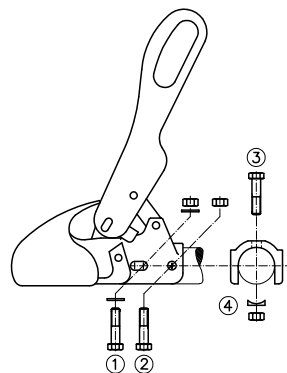

Figura 3: collegamento
I giunti sferici WS 3000-H/LB sono esecuzioni speciali per freni ad inerzia e vengono montati con avvitamento incrociato (1)+(3) ed un passo dei fori di **40 mm** (figura 3).
2.2 Se il giunto sferico WS 3000/3500 viene impiegato come sostituzione per un altro tipo di giunto, in relazione ai dispositivi ad inerzia, si deve assicurare che gli ammortizzatori vengano nuovamente montati in modo conforme alle prescrizioni e che i tubi distanziatori eventualmente presenti nel tirante vengano inseriti correttamente. Come mezzo ausiliario per il WS 3000-D si prega di utilizzare i perni compresi nella fornitura Ø 12x34 mm oppure Ø 12x49 mm, a seconda del diametro del timone. Per quanto riguarda il WS 3500-D, utilizzare perni Ø 14x63 come punzoni in occasione dello smontaggio della vite di fissaggio (2) o (3) (figura 3), a seconda del tipo di fissaggio dell'ammortizzatore. Nel corso del montaggio e dello smontaggio del giunto sferico questi perni devono essere lasciati inseriti nel tirante a scopo centratura dell'ammortizzatore. In occasione dell'inserimento delle nuove viti di fissaggio, rimuovere nuovamente i perni.